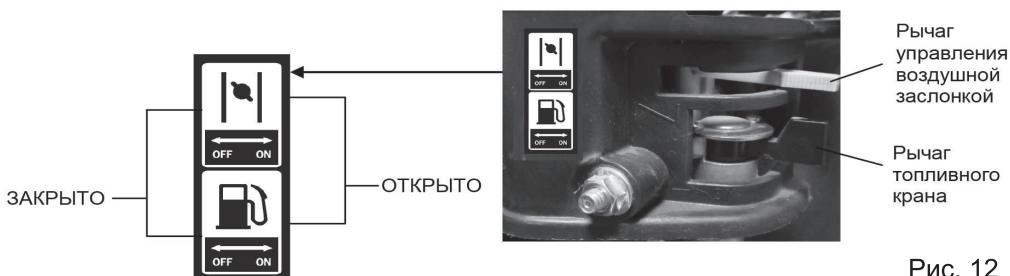

Рис. 12
1. Установите рычаг топливного крана в положение «ON» (ОТКРЫТО) (рис. 12).
2. При запуске холодного двигателя переведите рычаг управления воздушной заслонкой в положение «OFF» (ЗАКРЫТО) (рис. 12). Не закрывайте воздушную заслонку, если двигатель прогрет.